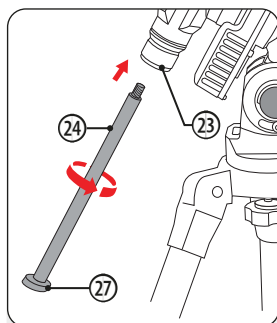

Fig. 11: contragewichtstang inschroeven
1. Schroef de contragewichtstang in de binnendraad (23 a) van de DEC-klemming (23) (Fig. 11).